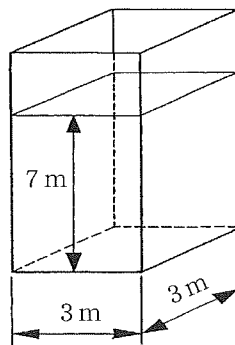

図2-1 水タンク
(2) 図2-1のようにタンクに7mの高さまで水が入っている。水の密度を1 000kg/m³，重力加速度を9.8m/s²としたとき，底面の受けるゲージ圧力は [kPa] である。解答番号は (5) 。